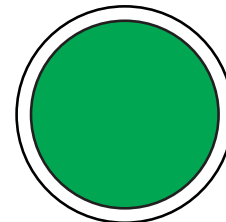

Figure 46. Bouton ON (MARCHE) du disjoncteur (MARCHE/VERT)
- Appuyez sur le **bouton ON (MARCHE) du disjoncteur** (Figure 46). Le voyant du bouton **S'ALLUME (vert)** et l'alimentation est fournie aux bornes de sortie et aux réceptacles.
3. Le disjoncteur principal se met automatiquement en **MARCHE** après le démarrage du moteur. Observez que la D.E.L. du **bouton ON (MARCHE) du disjoncteur** s'est **ALLUMÉE (verte)**. Voir Figure 46.